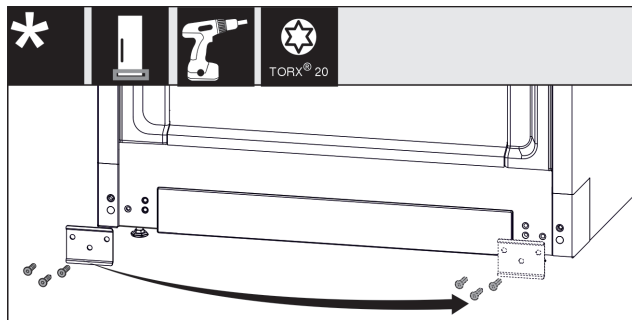

Fig. 15
- Odvijte ploščo Fig. 15 (1), jo prestavite na drugo stran in nato znova privijte.